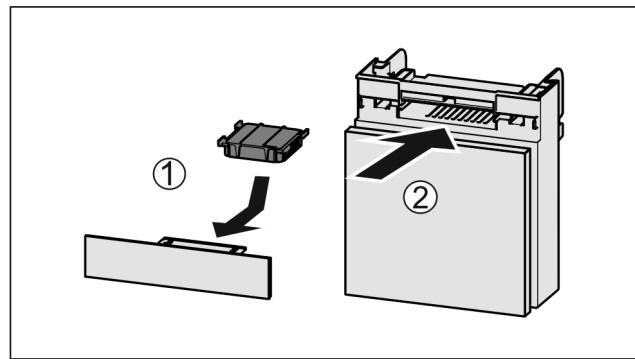

Fig. 152
- Aktivkohlefilter nach Abbildung einsetzen Fig. 152 (1).
► Fach einschieben Fig. 152 (2).